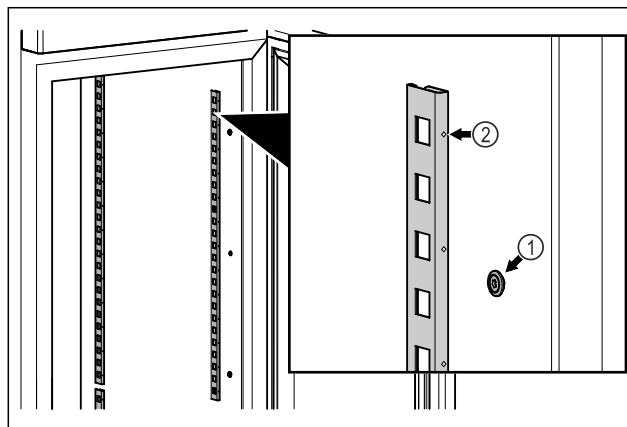

Fig. 83 Príklad zobrazenia
- Koľajničky zaveste do závesu Fig. 83 (1). Označenie Fig. 83 (2) musí ukazovať dopredu.